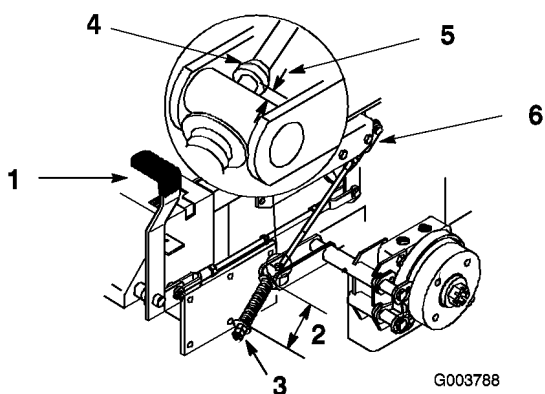

Figura 50
La medida debe ser de 70 mm (2-3/4 pulg.) entre las arandelas (Figura 50).
3. Si es necesario un ajuste, afloje la contratuerca que está debajo del muelle y apriete la tuerca que está directamente debajo de la horquilla (Figura 50). Gire la tuerca hasta obtener la medida correcta. Apriete las dos tuercas juntas y repita en el otro lado de la unidad.
La medida debe ser de 5-7 mm (3/16-1/4 pulg.) (Figura 50).
7. Si es necesario un ajuste, afloje la contratuerca que está justo por debajo de la horquilla. Gire la varilla inferior hasta obtener la medida correcta (Figura 50). Apriete la contratuerca junto a la horquilla.